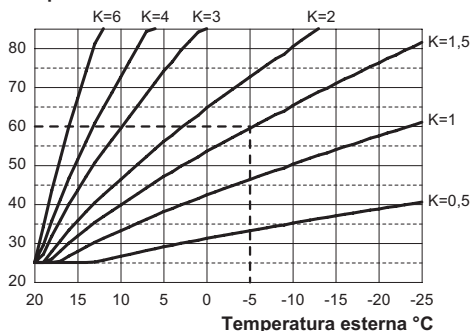
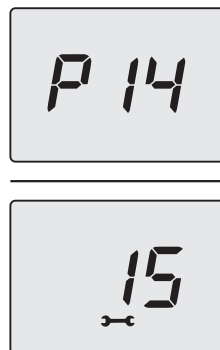

Figura 5.54
Figura 5.60
Se alla caldaia **È COLLEGATO** il comando remoto (opzionale) riferirsi alla Figura 5.54. In questo caso il settaggio del coefficiente K deve essere fatto da remoto.
Quando si installa la sonda esterna bisogna impostare questo parametro in base al rendimento dell'impianto di riscaldamento per ottimizzare la temperatura di mandata (Figura 5.54).
Es. Per avere una temperatura di mandata all'impianto di riscaldamento di 60°C con una esterna di -5°C si deve settare un K di 1,5 (linea tratteggiata in Figura 5.54).
- Utilizzando i tasti 12 o 14 è possibile modificare il valore del parametro 14 da un minimo di **00** ad un massimo di **60** in base alla curva scelta del coefficiente K in Figura 5.54 (il valore letto sul display, in Figura 5.60, corrisponde a **K = 1,5**).